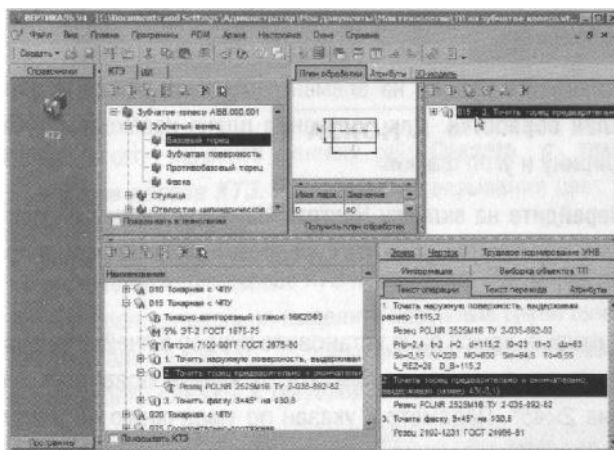

Рисунок 72
21. Установите курсор на переходе 2 операции *015 Токарная с ЧПУ*. Нажмите левую кнопку мыши и, не отпуская ее, перетащите переход на вкладку **План обработки** (рис. 72).